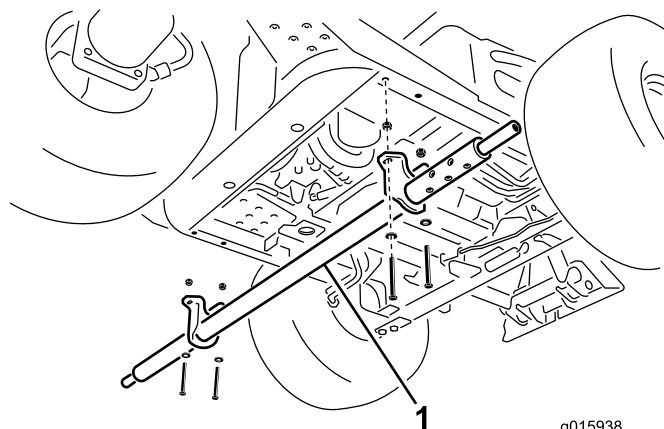

Bild 11
1. Schieben Sie das Querrohr von der linken Seite unter die Maschine und fluchten Sie die Löcher der Befestigungshalterung mit den Löchern in jedem Rahmenrohr aus (Bild 11).
2. Befestigen Sie die Befestigungshalterungen des Querrohrs mit vier Schrauben (3/8 x 3 Zoll), Flachscheiben und Sicherungsmuttern (3/8 Zoll) an den Rahmenrohren (Bild 11).